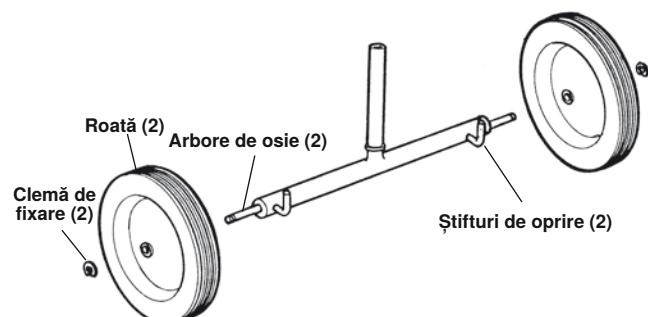

Figura 27 - Ansamblul transportorului nr. 32
1. Dacă este necesar, asamblați transportorul nr. 32 (vedeți *figura 27*).